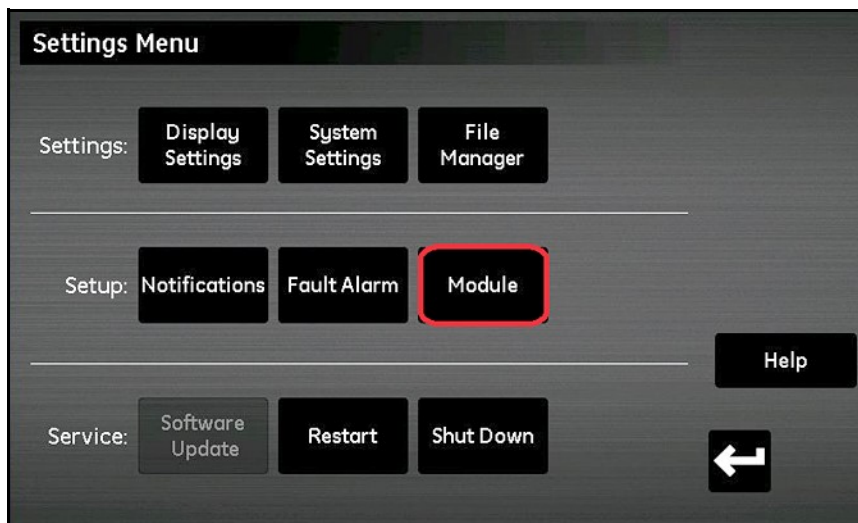

Figura 94: Atualização do módulo
4. Na seção **Configuração**, toque no botão **Módulo** (veja a *Figura 94* abaixo).